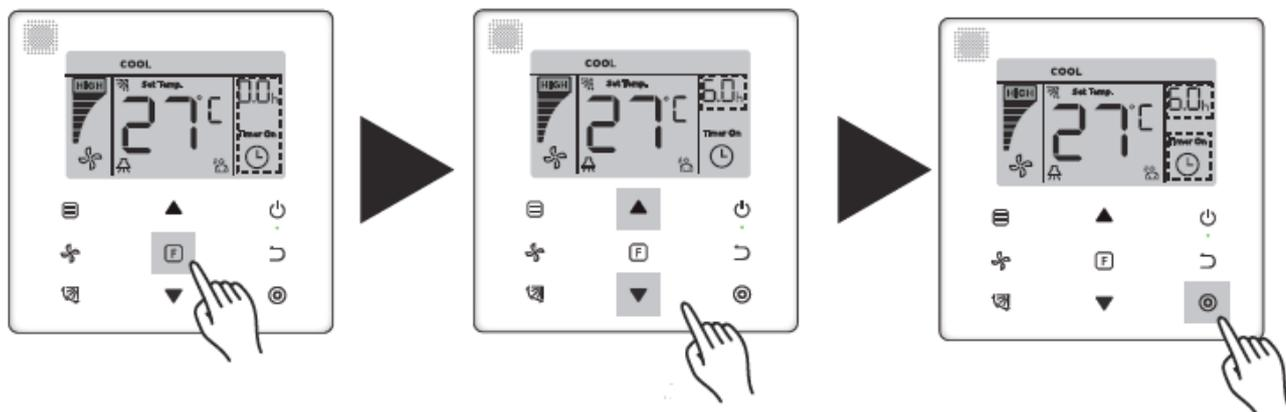

Abb. 2.18
- Einstellung „Timer On“: Drücken Sie die Funktionstaste **F**, um zur Einstellung „Timer On“ zu gelangen. Das Display zeigt „0.0h Time On“ an und die Worte „Time On“ blinken, dann drücken Sie die Taste **Con** um zur Timereinstellung zu gelangen. Stellen Sie die Uhrzeit mit den Tasten **▲** und **▼** ein und drücken Sie die Taste **Con** Bestätigung, um die Timereinstellung abzuschließen (siehe Abb. 2.18)